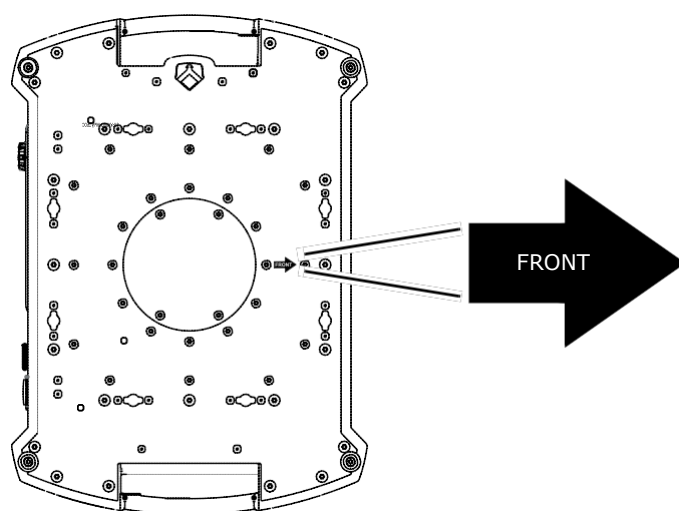

Рисунок 4: Передняя часть устройства
3. См. Рисунок 4. Обратите внимание на положение стрелки в нижней части основания.